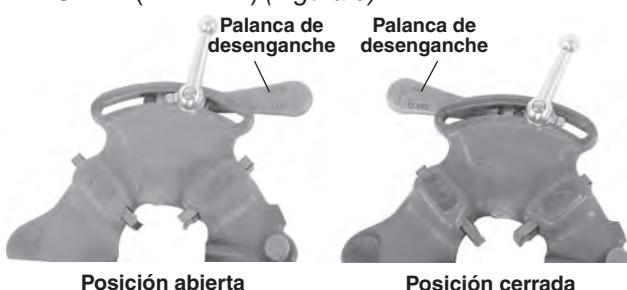

Figura 6 – Posición abierta y cerrada de la palanca
2. Coloque la palanca de desenganche en la posición OPEN (ABIERTA) (Figura 6).